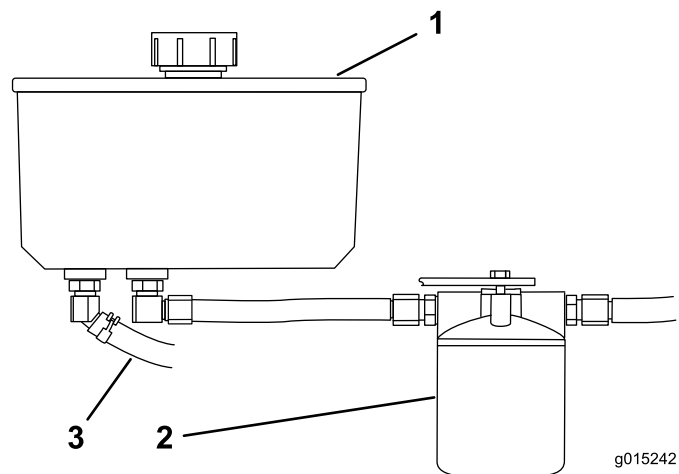

図 74
4. 油圧オイルタンクの下にある前油圧ホースを探し出し、その下にオイルを受ける容器を置く（図 74）。